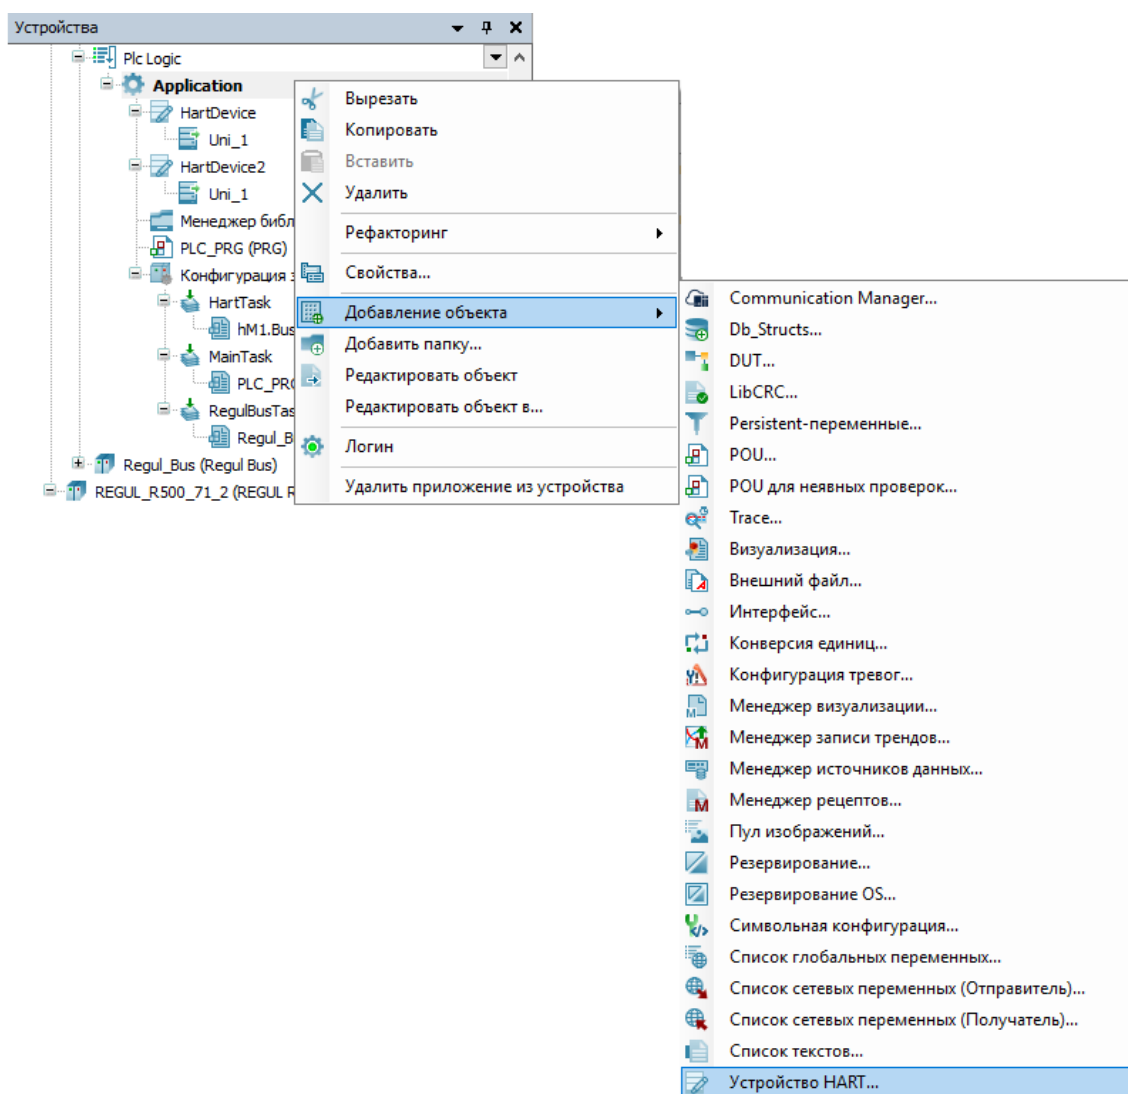

Рисунок 6 – Добавление объекта в конфигурацию контроллера
- в окне дерева устройств поставьте курсор на объект **Application**, правой кнопкой мыши вызовите контекстное меню, выберите **Добавление объекта** ⇒ **Устройство HART...** (Рисунок 6);